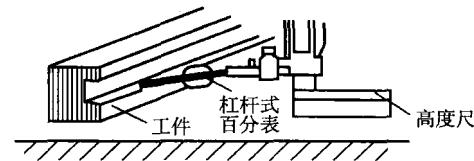

图 1-29 槽内侧的测量
3) 为便于测量小地方及槽的内侧, 可将杠杆式百分表安装在高度尺上进行测量, 如图 1-29 所示。